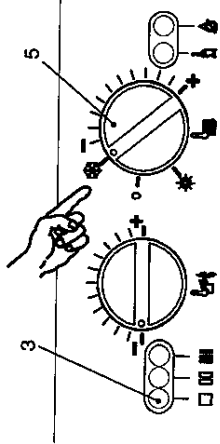

fig. 2.2
- Alimentate elettricamente la caldaia azionando l'interruttore bipolare previsto nella installazione; la lampada di segnalazione 3 in fig. 2.2 fa un breve lampeggio circa ogni 4 secondi.
- Ruotate il selettore 5 come in fig. 2.2; la lampada di segnalazione 3 lampeggia ad intermittenza circa ogni secondo.